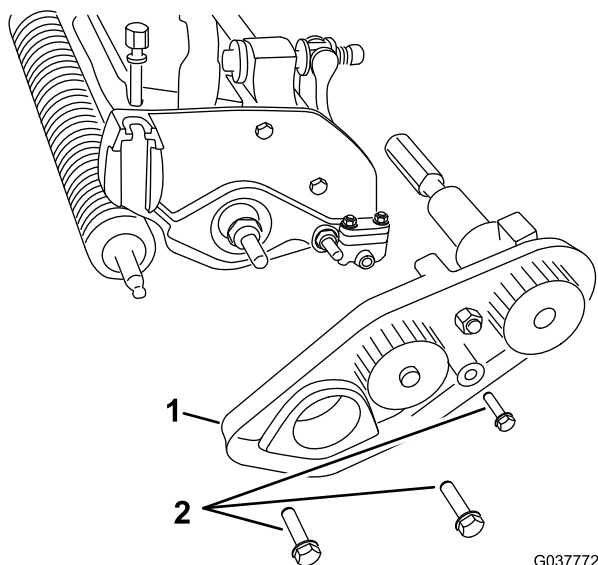

Рисунок 8
4. Отверните 3 болта, которые крепят узел ременного привода к режущему блоку (при наличии), и снимите весь узел (Рисунок 8).